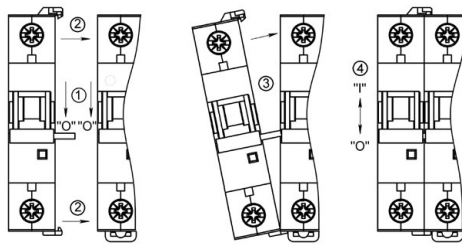

Рисунок 3
2.2 Присоединение НР к выключателю или АВДТ проводят в следующей последовательности (рисунок 3):